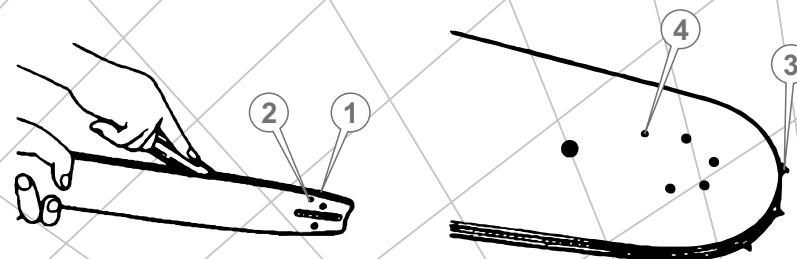

Рис. 30
- Удалите опилки и грязь из желоба шины, масляных отверстий и ведомой звездочки (см. рис. 30).